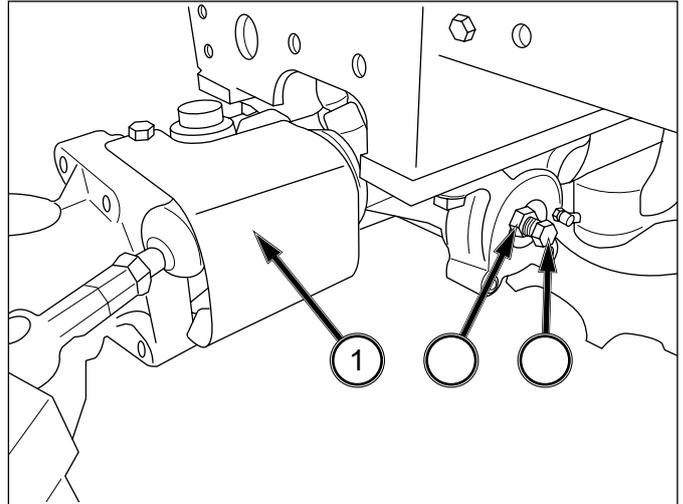

FIG. 6-47
FIG. 6-47: Le jeu avant-arrière de l'essieu avant (1) dans son support doit être de 0,1 à 0,3 mm. Le jeu axial se mesure avec l'essieu soulevé du sol. Desserrez l'écrou de blocage (2) et tournez le boulon de réglage (3) pour obtenir le jeu correct. Resserrez l'écrou de blocage.